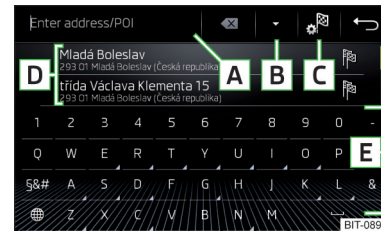
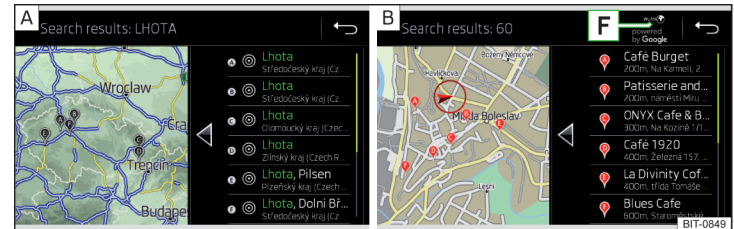

Fig. 221
Fig. 222 Liste des destinations trouvées : dans les données de navigation / en ligne
Surfaces fonctionnelles » fig. 221 et » fig. 222
Dans la zone **D** » fig. 221, une liste des destinations recherchées est affichée.
- **ou** : cliquez sur la touche de fonction **B** » fig. 221.
-  Destinations recherchées dans les données de navigation » fig. 222 - **A**.
-  Destinations recherchées en ligne » fig. 222 - **B**.